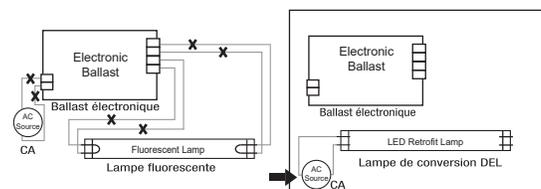

Fig. 3A Retrofit with one lamp / Modernisation avec une lampe
9. Make sure all sockets are replaced and wired according to the appropriate wiring diagram (Fig. 3A - 6A).
9. Assurez-vous que toutes les douilles sont remplacées et câblées conformément au schéma de câblage approprié (Fig. 3A - 6A).